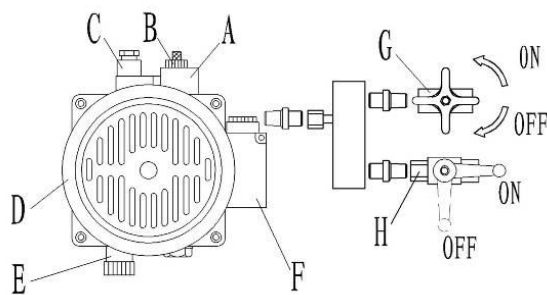

Рис.26
1. Закройте стопорный клапан “Н” и откройте стопорный клапан “G”, находящиеся внутри стойки управления (Рис.26). Нажмите кнопку “UP” - левая платформа (если смотреть на переднюю часть подъемника) поднимется на высоту примерно 1 м. Нажмите кнопку “DOWN”, чтобы опустить левую платформу, а затем поднимите ее на высоту примерно 1.4 м.
Затем необходимо отключить питание, на случай возобновления подачи электроэнергии. Открыть заднюю крышку стойки управления и найти электромагнитный клапан. Вручную открыть обратный масляный клапан (Рис.26), подъемник начнет опускаться.